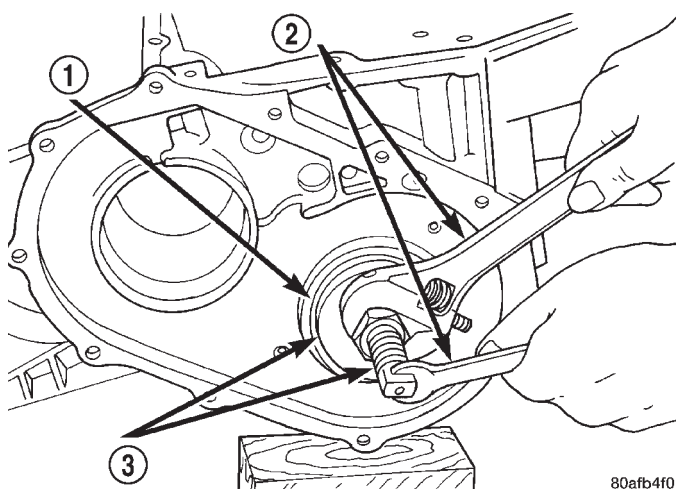

Fig. 79 Instalación de ambas cubetas de cojinete transmisor
(1) Instale ambas cubetas de cojinete transmisor con la herramienta 5050 (Fig. 79).